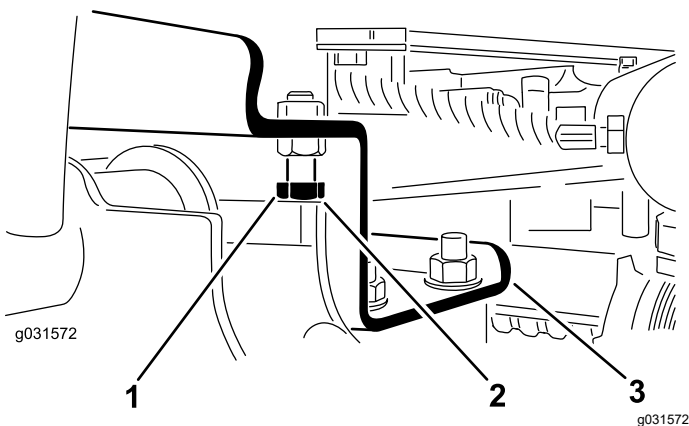

Figura 13
- A. Deurubai uruburile de oprire (Figura 13).
2. Asigurai-vă că spaiul dintre fiecare bra de ridicare i urub de oprire este de 0,13 până la 1,02 mm, aa cum se arată în Figura 13.